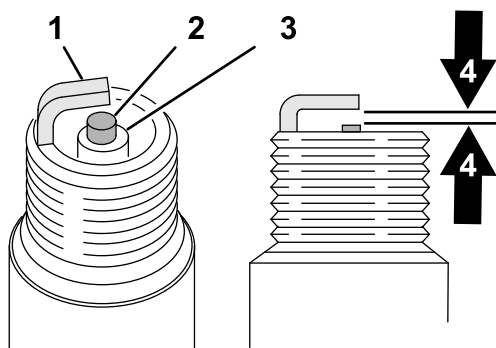

Figura 39
4. Ajuste el espacio (Figura 39) entre el electrodo central y el lateral a 0,76 mm.